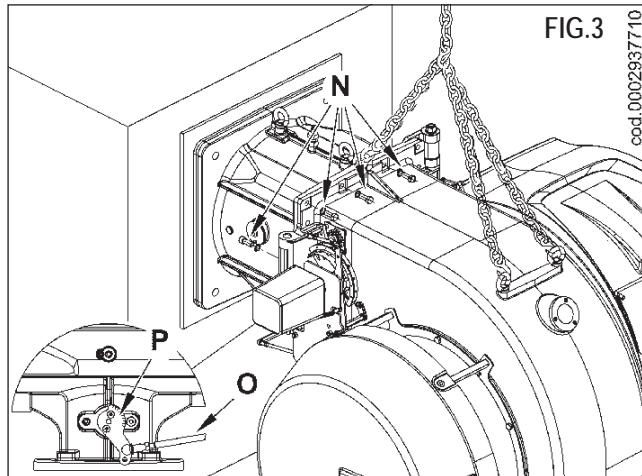

FIG.3
- En maintenant les chaînes toujours accrochées aux chevilles à oeillet, tourner le corps de ventilation et positionner la bride du ventilateur en contact avec la bride du ballon, en vérifiant que l'axe M s'insère dans le trou correspondant (FIG 3).
- Enfin, relier le tirant (O) au levier (P) du papillon de réglage du débit du gaz (FIG 3).